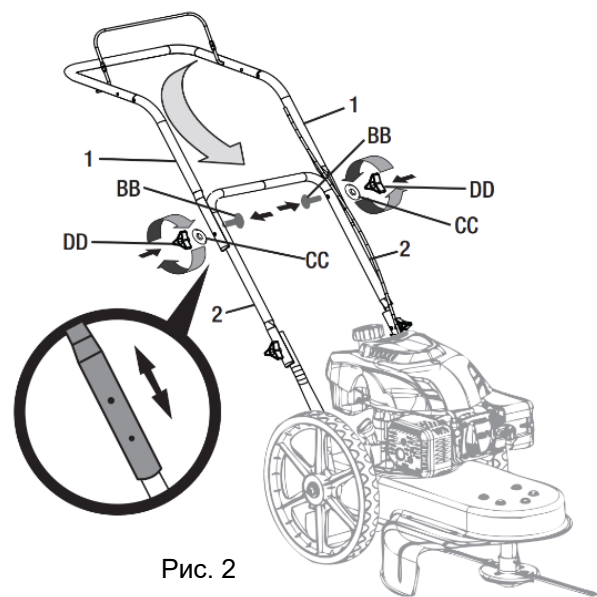

Рис. 2
2. При помощи болтов М8 (BB), шайб (CC) и барашковых гаек (DD) закрепите верхнюю часть рукоятки (1), см. рис.2.